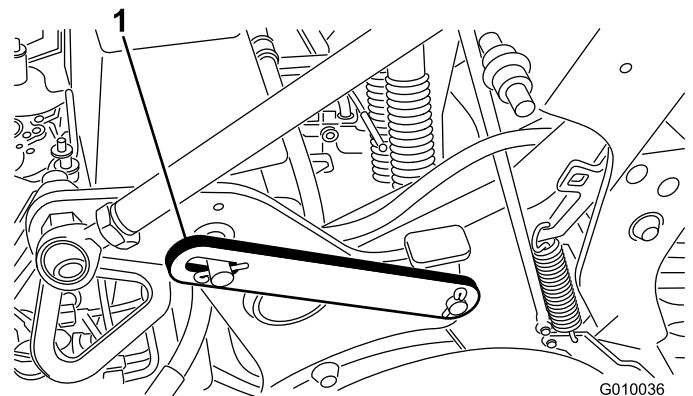

図 20
2. ラッチを収納位置に止めているクリップリングを外す（図 20）。